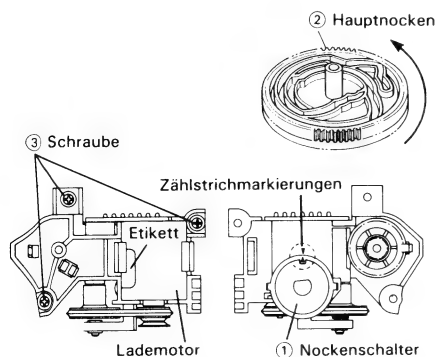

Abbildung 1-32.
- Den Lademotor so positionieren, daß sein Etikett wie in der Abb. 1-32 sichtbar ist.